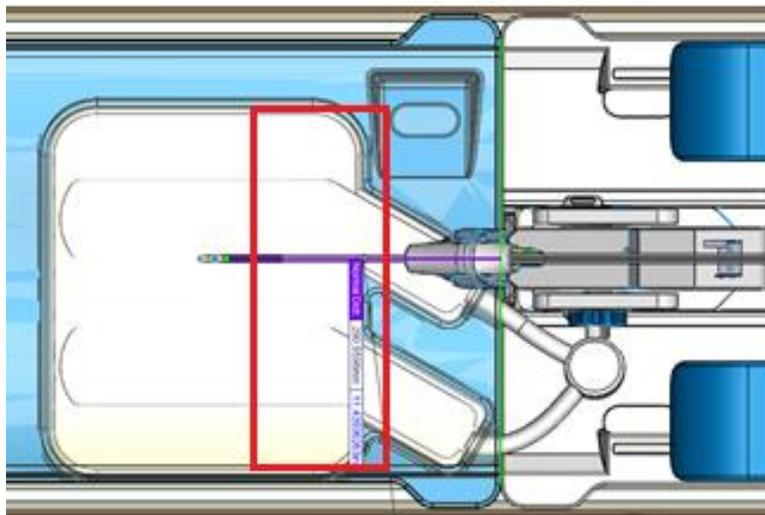

Abbildung 22: Ausrichten der Prostata des Patienten auf die hintere Kardio-Spule
1. Nachdem der Patient auf den MRT-Tisch verlegt wurde, muss die Prostata des Patienten auf den richtigen Abschnitt der hinteren Kardio-Spule ausgerichtet werden, bevor Sie fortfahren (*Abbildung 22*). Die Prostata des Patienten sollte sich etwa in der Mitte des roten Bereichs befinden.